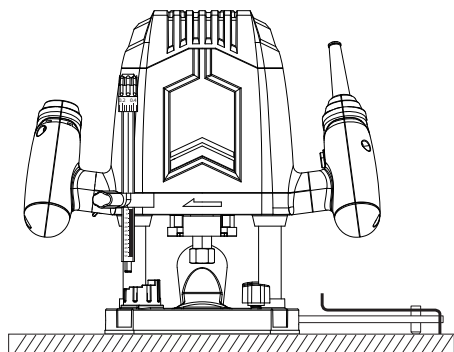

Fig. 31
- > Atașați pin-ul de centrare (20) pe produs.
- > Marcați centrul cercului și bateți pin-ul ușor în acesta. Asigurați-vă că nu poate aluneca pe parcursul utilizării, pentru a obține un rezultat satisfăcător (Fig. 31, 32).